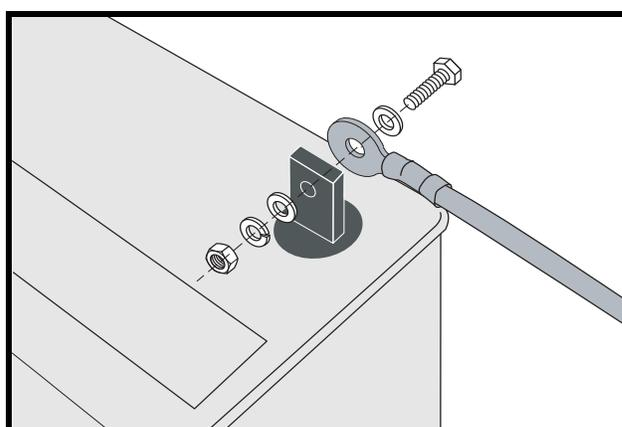

Figure 13. Remplacement des batteries
4. Débranchez les câbles des bornes des batteries en soulevant la housse des bornes et en desserrant le boulon et l'écrou sur chaque borne. **Voir la figure 13.**